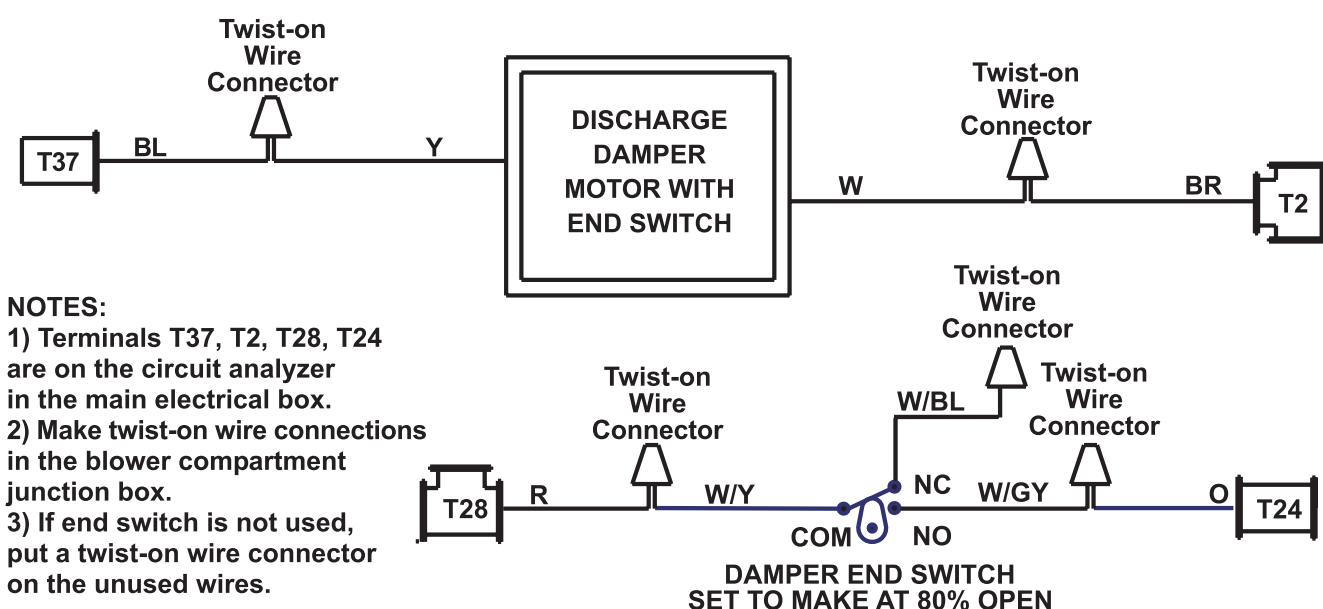

Figure 1. Schéma de câblage du moteur de registre modèle ADF
10. Branchez les fils dans la boîte de jonction à l'aide de connecteurs de fils à visser conformément au Tableau 4 et Figure 1.